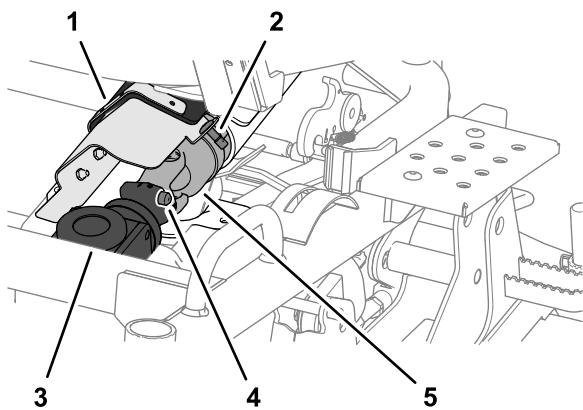

図 112
1. ベルトカバーについているユニバーサルジョイントのカバーの固定具を $1/4$ 回転させてカバーを開く図 112。
2. 戻り込みデッキのギアボックスから駆動シャフトの前端部を外すスプリング負荷がかかるているピンを押しながら駆動シャフトを後方に引くと外れる図 112。
1. 駆動シャフトのユニバーサルジョイントのスライシンと、ギアボックスのカップリングのスライインとを合わせる図 112 戻り込みデッキのギアボックスからの駆動シャフトの取り外し(ページ 75)を参照。
2. スプリング付きピンを押し込んでから駆動シャフトを前に押し込む図 112 戻り込みデッキのギアボックスからの駆動シャフトの取り外し(ページ 75)を参照。
3. スプリング付きピンから手をはなし、駆動シャフトのユニバーサルジョイントがギアボックスに固定されていることを確認する図 112 戻り込みデッキのギアボックスからの駆動シャフトの取り外し(ページ 75)を参照。
4. ユニバーサルジョイントのカバーを閉じて、1/4 回転固定具でベルトカバーに固定する図 112 戻り込みデッキのギアボックスからの駆動シャフトの取り外し(ページ 75)を参照。